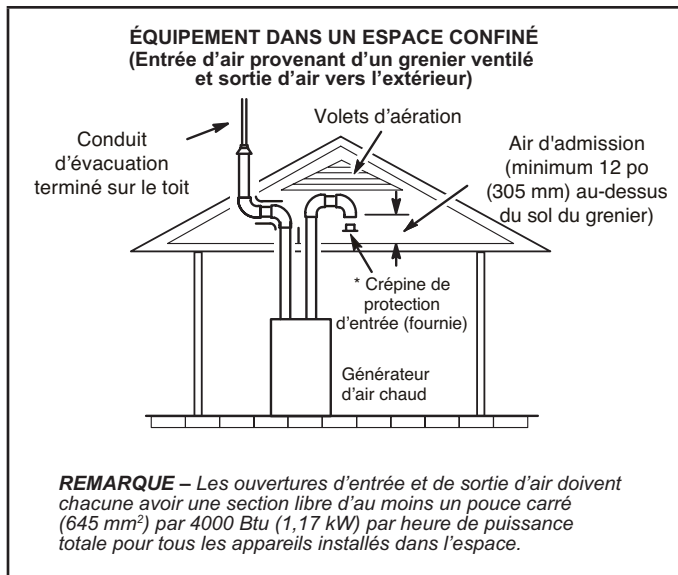
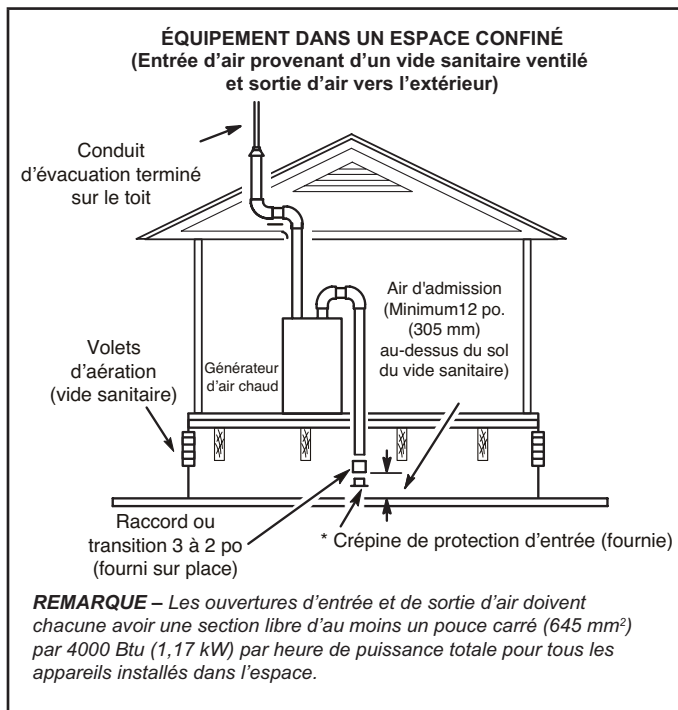

Figure 26
Figure 27
- 2 - Si l'air d'admission est aspiré d'un grenier ventilé (Figure 26) ou d'un vide sanitaire ventilé (Figure 27), la longueur de l'évacuation ne doit pas dépasser celle indiquée au TABLEAU 8. Si un tuyau de 3 po de diamètre est utilisé, le réduire à 2 po de diamètre pour pouvoir installer la crépine anti-résidus.